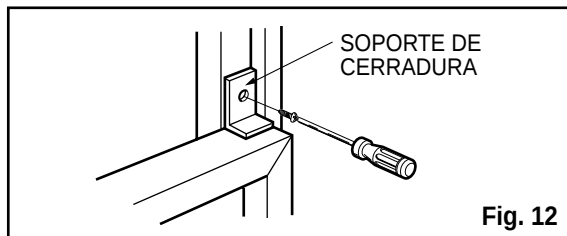

Fig. 12
9. Se debe instalar el asa antes de fijar el frente decorativo. (Ver Fig. 12)